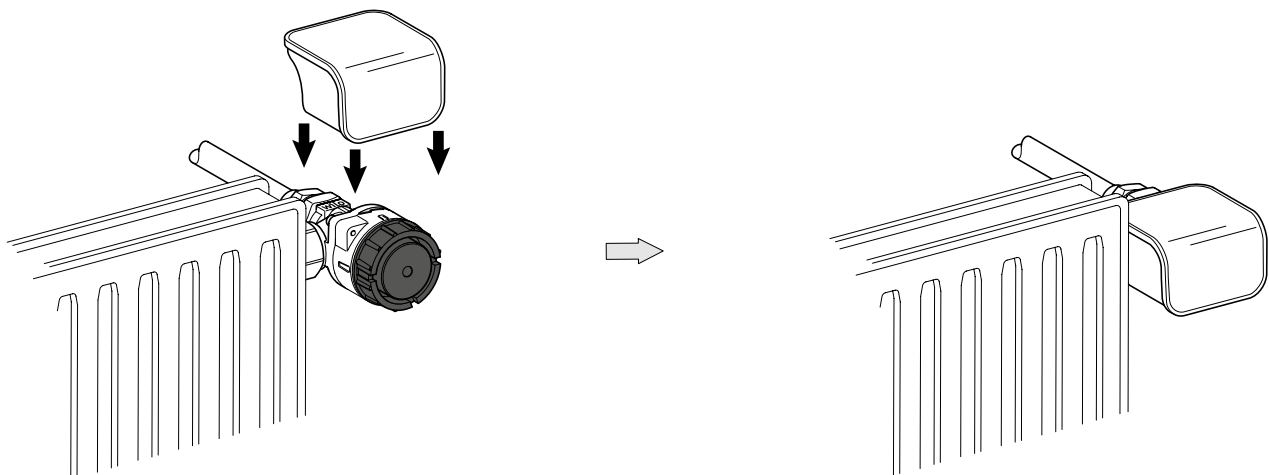

Fig. 17-3: Geniax Design Abdeckung SC für Pumpe/Adapter Set Eck/Winkel (Vorlaufadapter)
- Das Geniax Design Abdeckung SC für Pumpe/Adapter Set Eck bzw. Winkel gemäß Fig. 17-3 auf den jeweiligen Vorlaufadapter aufstecken.